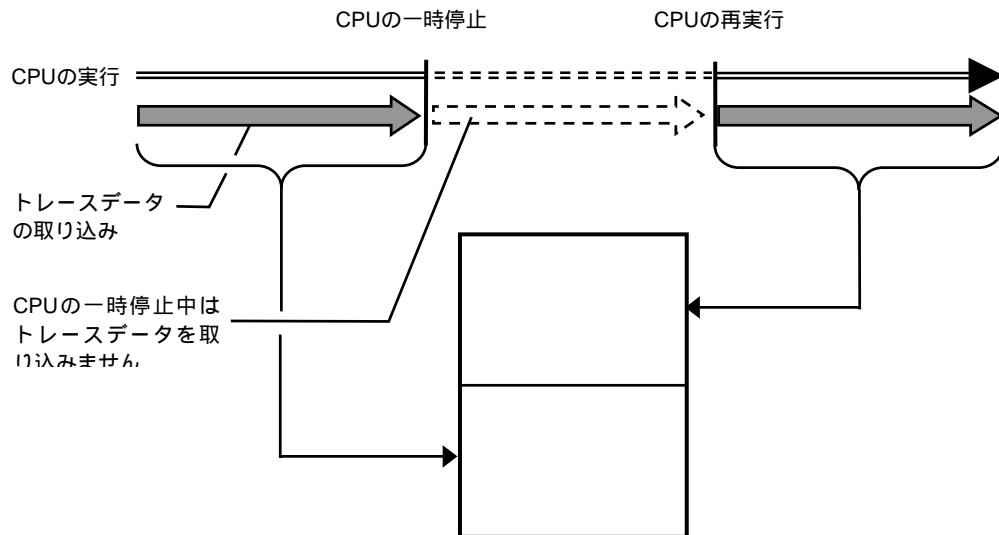

図 5 非リアルタイム・モード
**完全モード（非リアルタイム・モード）**は、トレースデータの取りこぼしがないようにするモードです。このモードでは、CPU内のトレースバッファ(FIFO)がフルになった場合、CPUの実行を一時停止し、その後自動的に再開します（図 5）。